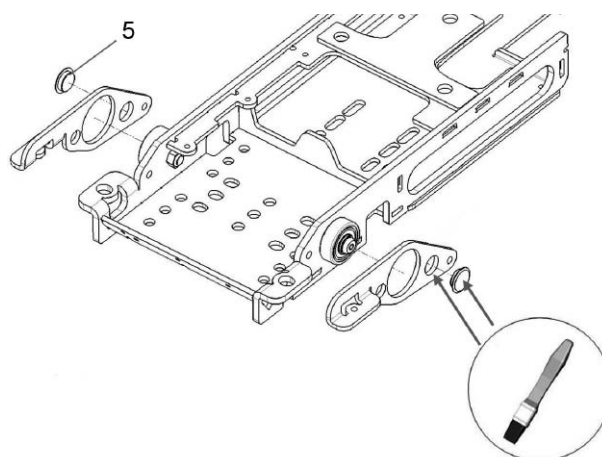

Bild 15. Smörj hålet i plåten med smörjfett innan glidpucken (5) monteras i plåtens hål.
2. Smörj hålet i plåten med smörjfett innan glidpucken (5) monteras i plåtens hål. Detta håller delarna på plats. Se bild 15.
3. Smörj den platta sidan av glidpucken med smörjfett. Se bild 15.
5. Smörj glidbrickornas (2) kontaktytor med smörjfett.